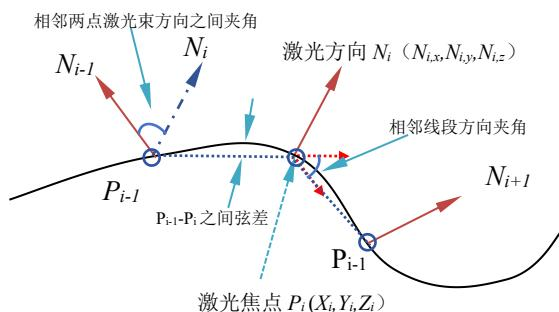

图 1 五轴激光切割路径
第二类程序: 要求做出的程序生成的代表激光焦点的小线段和激光束方向, 有以下输入约束 (见图 1):
1、如果用激光从曲面上切割下这个封闭区域, 计算切割时的激光焦点 ($曲面对应点 X_i, Y_i, Z_i$) 和对应的激光束单位方向 N ($曲面对应点的法线 N_{i,x}, N_{i,y}, N_{i,z}$), 见图 1 所示。将这些点保存在文件中, 每一行数据为焦点, 激光束方向形式顺序存放。